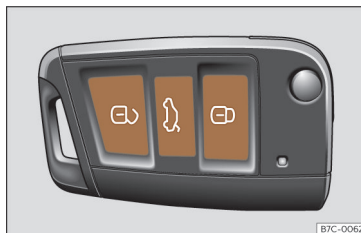

Fig. 48 Chave por comando à distância: teclas.
- **Trancar:** pressione o botão  >>> **Fig. 48.**